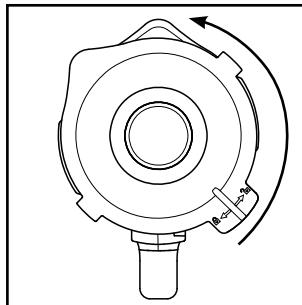

Fig. 1
- 1) Détachez le bol mixeur **③** tout droit vers le haut du bloc moteur **⑥**.
- 2) Retirez le couvercle **②** en le tournant dans le sens anti-horaire en direction de la position (voir fig. 1), jusqu'à pouvoir le retirer par le haut.
- 3) Remplissez le bol mixeur **③** au minimum jusqu'au trait inférieur de la graduation **①** et au maximum jusqu'au repère MAX. Pour d'excellents résultats, nous recommandons les quantités maximales suivantes :